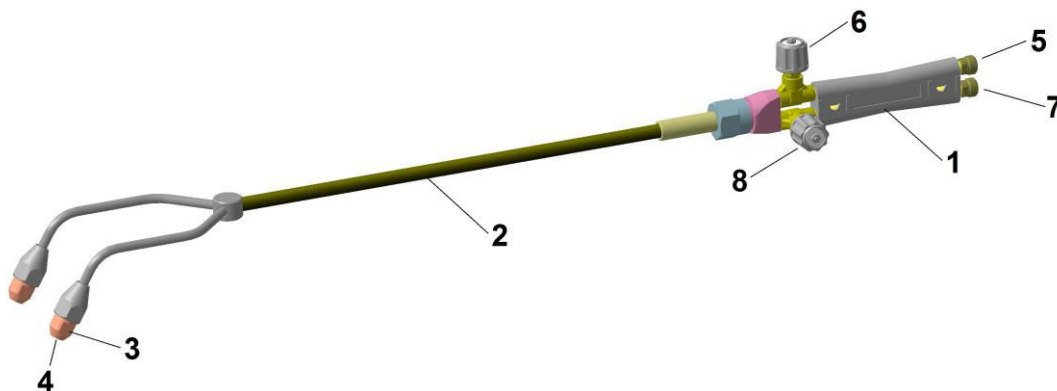

Рис.1. Горелка ГП-1 двухфакельная
4.1 Горелка см. рис.1, 2, 3 состоит из ствола 1 и газопламенного наконечника 2 присоединенного с помощью накидной гайки. Наконечник включает в себя трубку, смеситель со съёмным инжектором и съёмные мундштуки 3, 4. Ствол включает в себя рукоятку, клапаны и штуцеры кислорода и горючего газа.